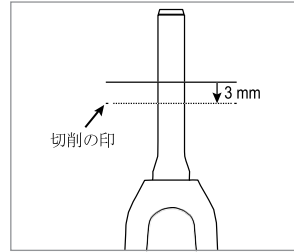

図 7
- ステップ 8 の印の場所を確認します。そこから測定して 3 mm 下に切削用の新しい印を付けます (図 7)。最初の印を消します。